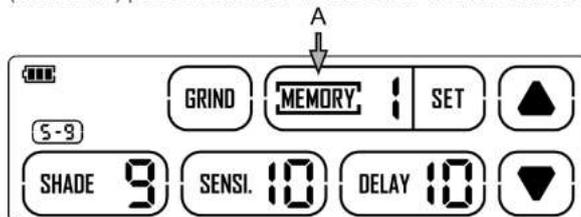

fig. 8a
Étape 1: Appuyer sur la touche « MÉMOIRE » (MEMORY) sur l'écran et régler la valeur sur « 1 » à l'aide des touches « ▲ » et « ▼ » (voir la fig. 8a-A).